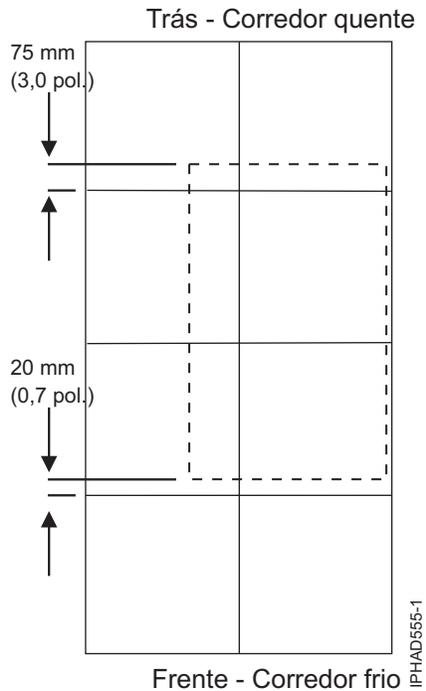
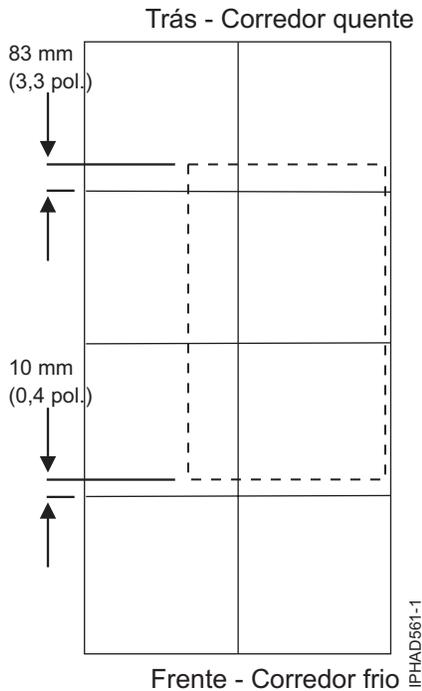

Figura 59. Colocação do rack para ladrilhos de 610 mm (24 pol.)
Figura 65. Colocação do rack para ladrilhos de 600 mm (23,6 pol.)
3. As figuras Figura 59 na página 104 e Figura 65 na página 110 são destinadas apenas para mostrar posições relativas e dimensões precisas dos recortes dos pisos. As figuras não são destinadas a ser modelos de máquinas e não estão desenhadas em escala.